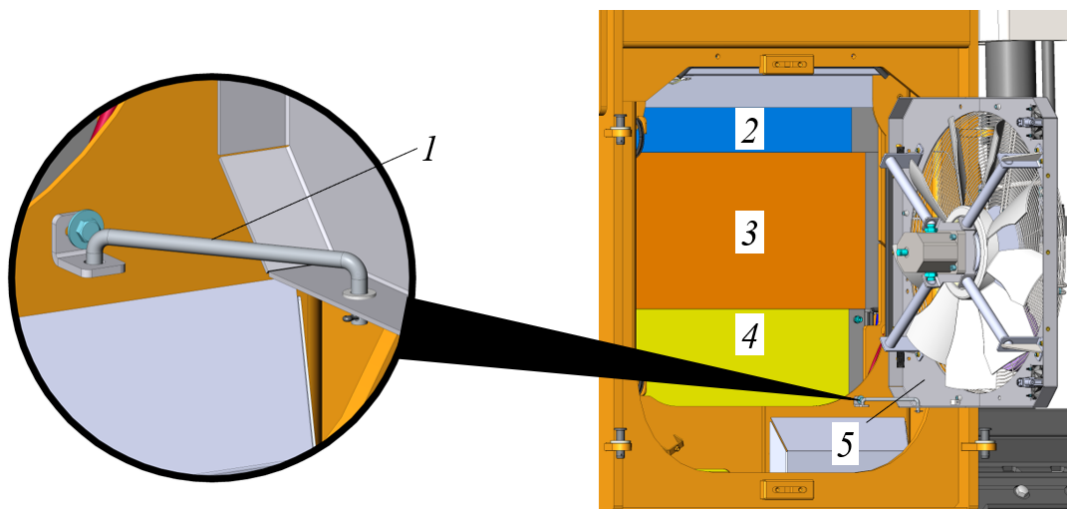

Рисунок 5.33. Процедура чистки блока радиаторов
- ▶ Зафиксировать раму вентилятора 5 в открытом положении, установив фиксатор 1, см. рис. 5.33.
- ▶ Убрать фиксатор 1, рис. 5.33.
- ▶ Открыть раму вентилятора и зафиксировать ее в открытом положении фиксатором, рис. 5.33.